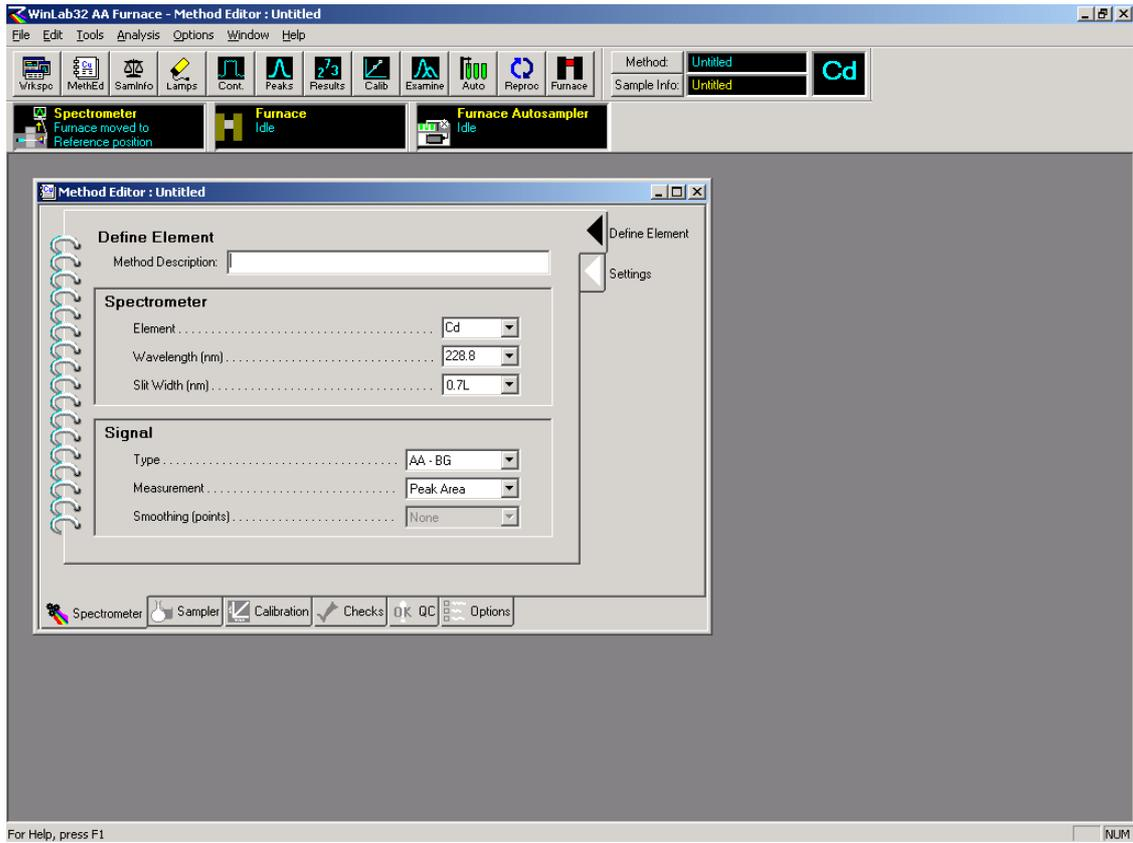

图 26: 石墨炉原子吸收测定方法编辑画面
2.2.2 选择欲建立方法的元素, 并确定以仪器软件推荐的参数作为基础, 还是以已经打开的方法作为基础或是以储存在计算机硬盘上的某一方法作为基础, 点击"OK", 屏幕上将出现该元素的方法编辑画面如图 26: